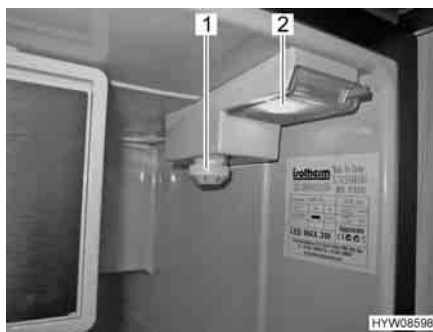

Fig. 91 Elemento di comando
- Ruotare il termoregolatore (Fig. 91,1) in senso orario dalla posizione "0" alla posizione "1". Il forno è acceso, l'illuminazione interna (Fig. 91,2) è accesa.
- Ruotare il termoregolatore (Fig. 91,1) in senso antiorario sulla posizione "0". Si deve qui superare una leggera resistenza.
- Impostare la temperatura al termoregolatore (Fig. 91,1).